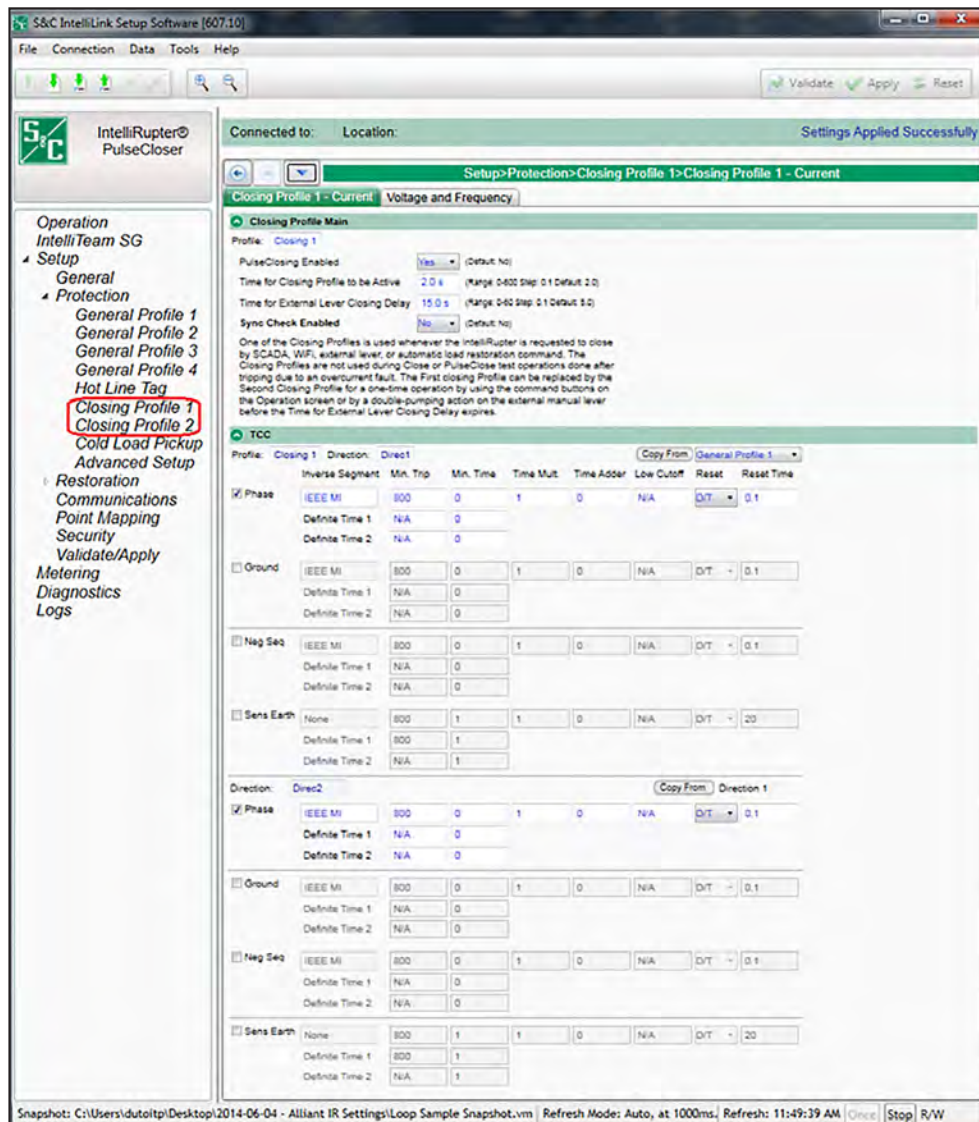

Figura 84. Tela Configurações>Proteção>Perfil de Fechamento 1>Perfil de Fechamento 1- Corrente.
**PASSO 12.** Configure os modos de **Perfil de Fechamento**. Ver Figura 84 na página 169.